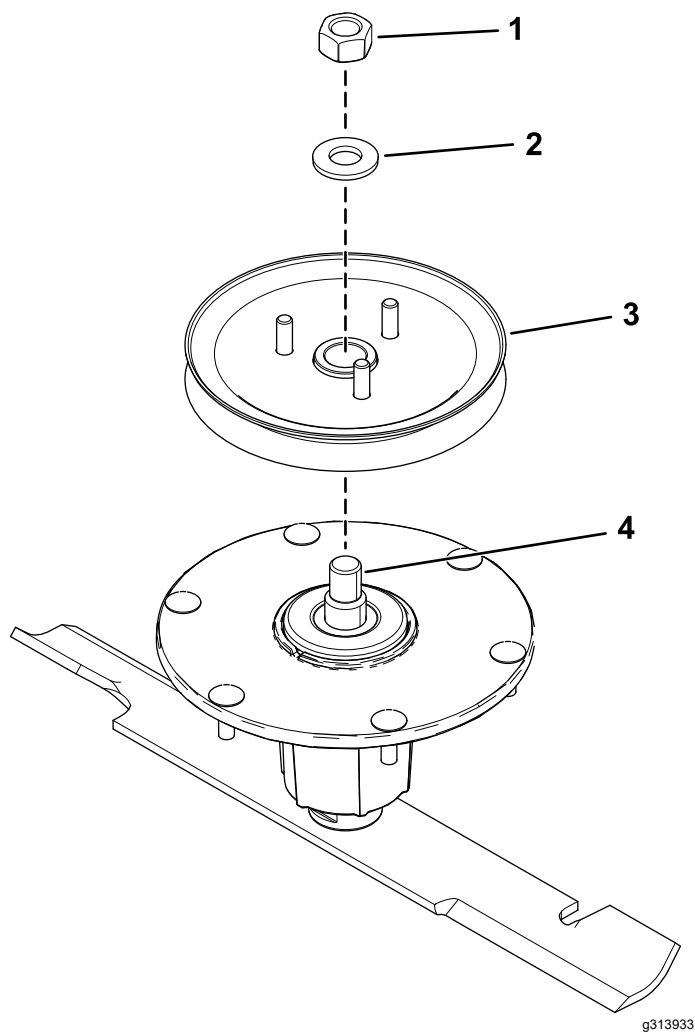

Figura 9
3. Instale el conjunto de la roldana en el eje con la arandela y la tuerca superior (Figura 9).